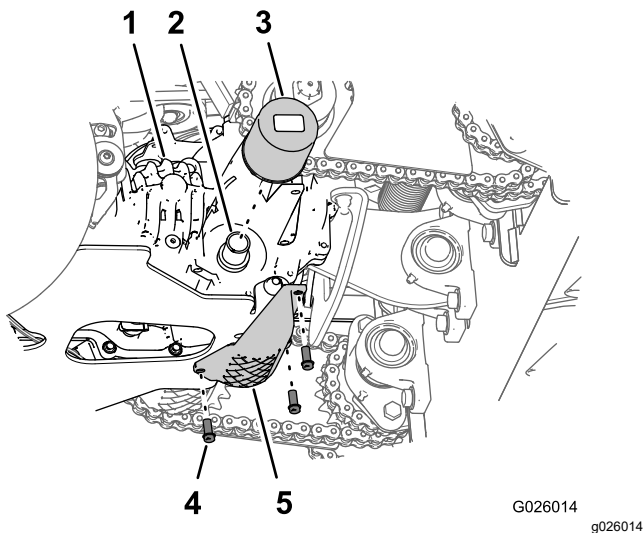

Figura 68
3. Retire los 3 pernos con arandela prensada (1/4" x 3/4") que sujetan el protector del filtro a la transmisión y retire el protector (Figura 68).
4. Limpie la zona alrededor del filtro de la transmisión (Figura 68).
6. Gire el filtro en sentido antihorario y retire el filtro (Figura 68).
8. Para instalar el filtro, gírelo en sentido horario en el adaptador del filtro hasta que la junta entre en contacto con el adaptador, luego apriete el filtro entre 3/4 de vuelta y 1 vuelta más (Figura 68).
9. Instale el protector del filtro con los 3 pernos con arandela (1/4" x 3/4") que retiró en el paso 3 (Figura 68) y apriete los pernos a 1017–1243 N·cm (90–110 pulgadas-libra).